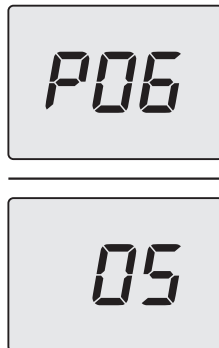

Figura 5.39
- Scorrere i vari parametri utilizzando i tasti 12 (indietro) o 14 (avanti) fino a far apparire sul display LCD le lettere **P06** che si alternano con il valore del parametro (Figura 5.39).